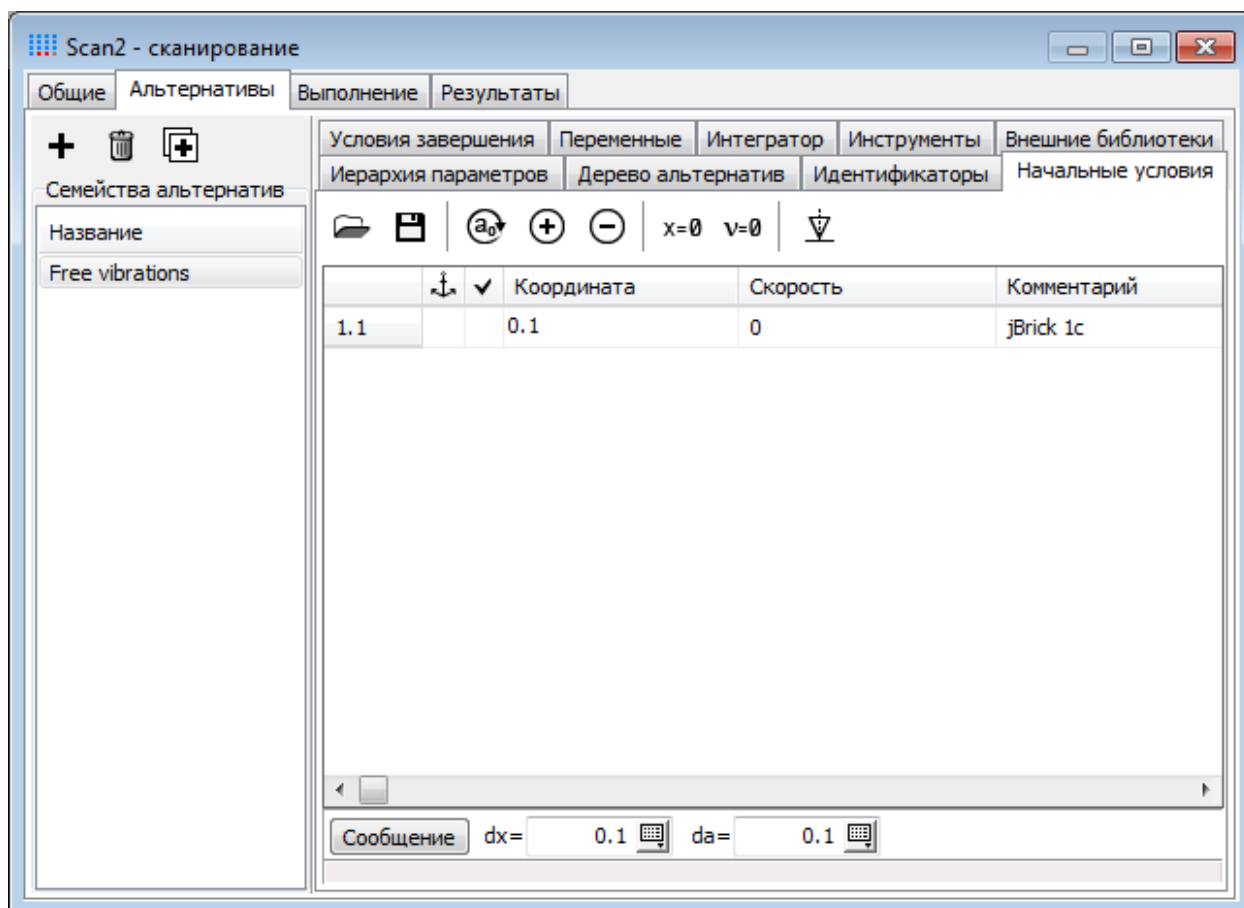

Рис. 2.7. Настройка начальных условий
2. В поле **Координата | 1.1** установите значение **0.1**, см. рис. 2.7.